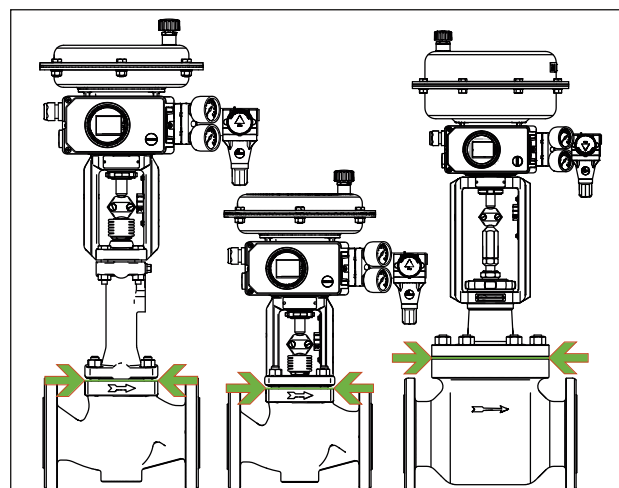

Fig. 15: Limite de isolamento para válvulas de controlo (exemplo apresentado)
- ⇒ *Isole apenas as válvulas de controlo até ao flange do castelo do corpo da válvula (consulte a Fig. 15). Isto também se aplica às versões com fole de vedação ou secção isolante a temperaturas médias inferiores a 0 °C ou superiores a 220 °C. Se a secção isolante estiver isolada, não funcionará corretamente.*